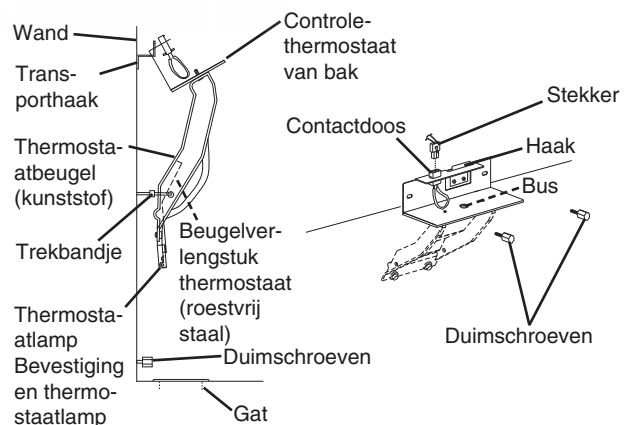

Afb. 2
- 4) Bevestig de ijsmachine aan de bak met behulp van de twee bevestigingsbeugels en de bouten die zijn meegeleverd. Zie Afb. 2.